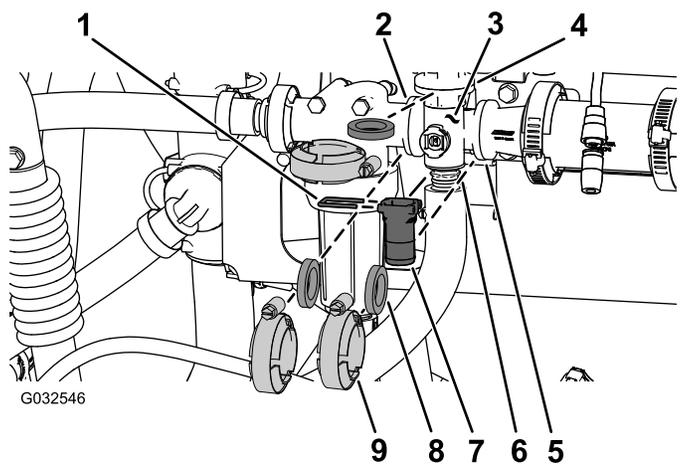

Figura 106
1. Rimuovete i morsetti e le guarnizioni che fissano il collettore della valvola dell'agitatore alla valvola di bypass dell'agitatore, testa del filtro della pressione, giunto del riduttore e raccordo dell'adattatore (valvola di accelerazione dell'agitatore), come illustrato nella Figura 106.